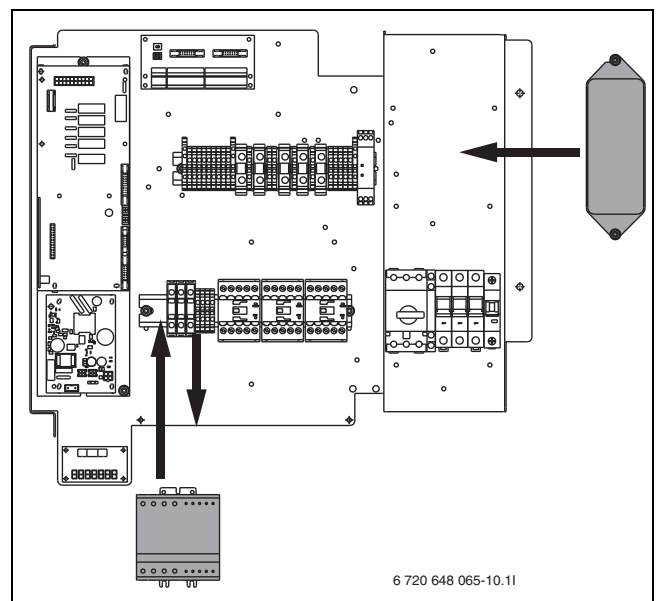

Рис. 36 Установка устройства плавного пуска и фильтра
1. (→ Рис. 36) Убедитесь, что силовые кабели уложены в правильной последовательности: L1 черный, L2 коричневый, L3 серый. Отсоедините кабели и снимите клеммы.
2. (→ Рис. 36) Смонтируйте фильтр ЭМС в соответствующие отверстия.